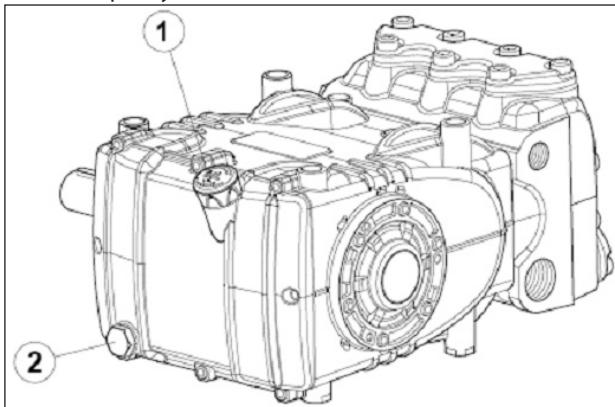

Рис. 1
Для слива масла выньте маслоизмерительный шуп поз. ①, а затем - пробку поз. ②, Рис. 1.